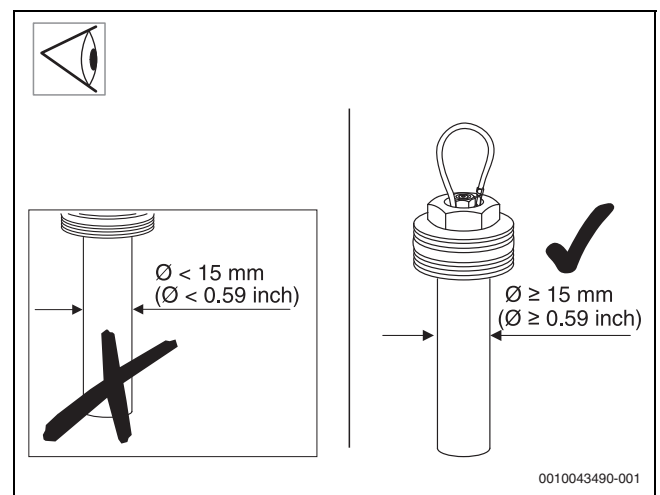

Bild 51
- ▶ Wenn der Durchmesser der Magnesiumanode weniger als 15 mm beträgt (→ Abb. 51), Anode austauschen.